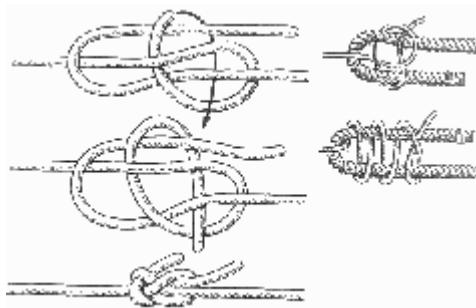

Рис. 40. Докерский узел (справа внизу – другой вариант узла)
**Докерский узел** (Рис. 40). В морской практике нередко возникает необходимость прикрепить к толстому канату намного более тонкий по сравнению с ним трос. Такая необходимость всегда есть во время швартовки судна к причалу, когда с палубы нужно подать один или сразу несколько швартовых концов. Существует несколько способов крепления бросательного конца к швартову, у которого нет огона, но наиболее распространенный из них – применение докерского узла.